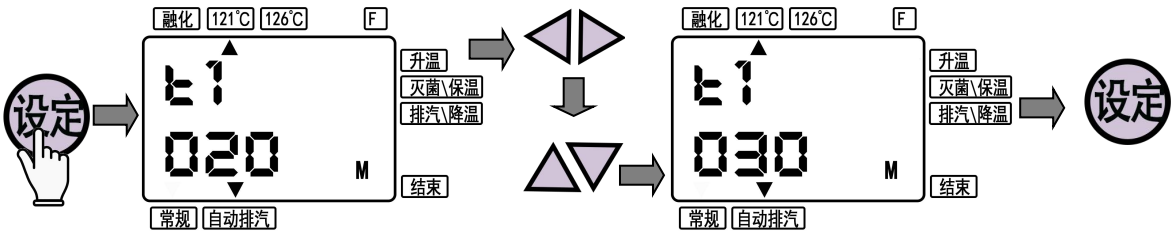

图 17
②设置灭菌时间：按下“设定键”，出现灭菌时间设定界面（图 17），可按动左、右移键，进行光标定位，再按加数键进行设定，数值只能加不能减。设定结束再按一下“设定”键保存。